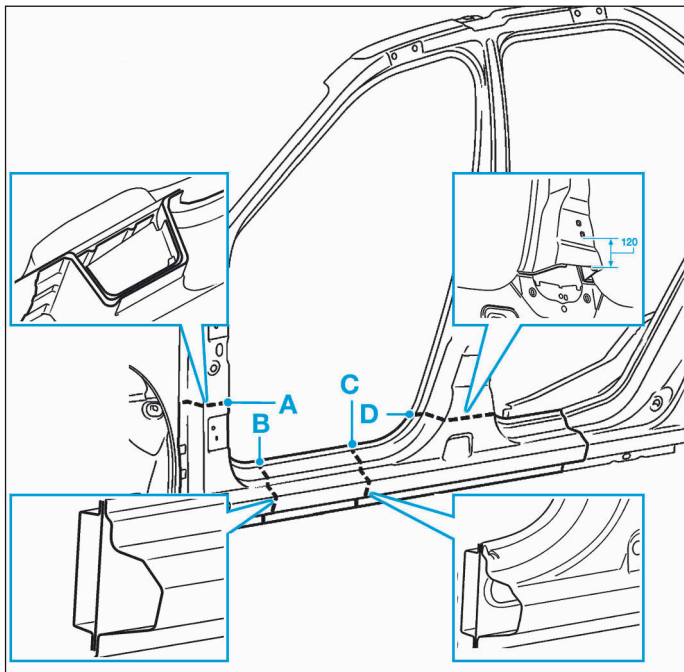

FIG.36
- Respecter les lignes de coupe (A), (B), (C) et (D) (Fig.36).